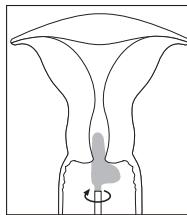

Fig. 2
4. Segurando a zaragatao nesta posição, rodá-la 3 vezes no sentido anti-horário e 3 vezes no sentido horário, certificando-se de que a secção longa do "L" está em contacto com o canal cervical e que a secção curta do "L" roda à volta da ectocérrix. Ver Fig. 2